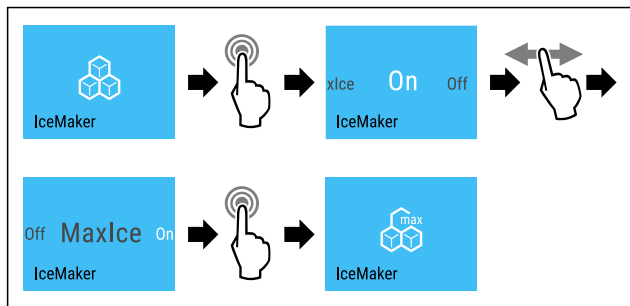

Fig. 18
- ▶ Izvedite zahtevane korake (glejte Fig. 18).